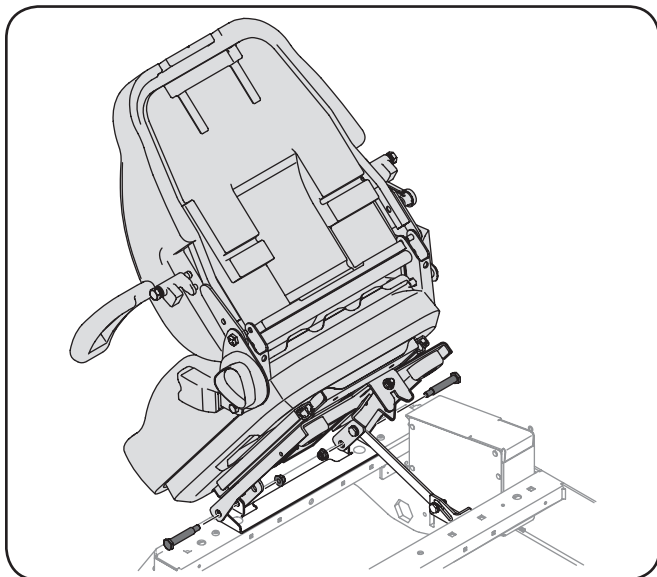

Figure 3-9
1. Retirez les deux écrous autobloquants, les rondelles et les boulons à épaulement du sac contenant le manuel. Voir Figure 3-9.
2. Faites basculer le siège vers l'arrière en position de conduite, puis fixez le siège. Voir Figure 3-9.